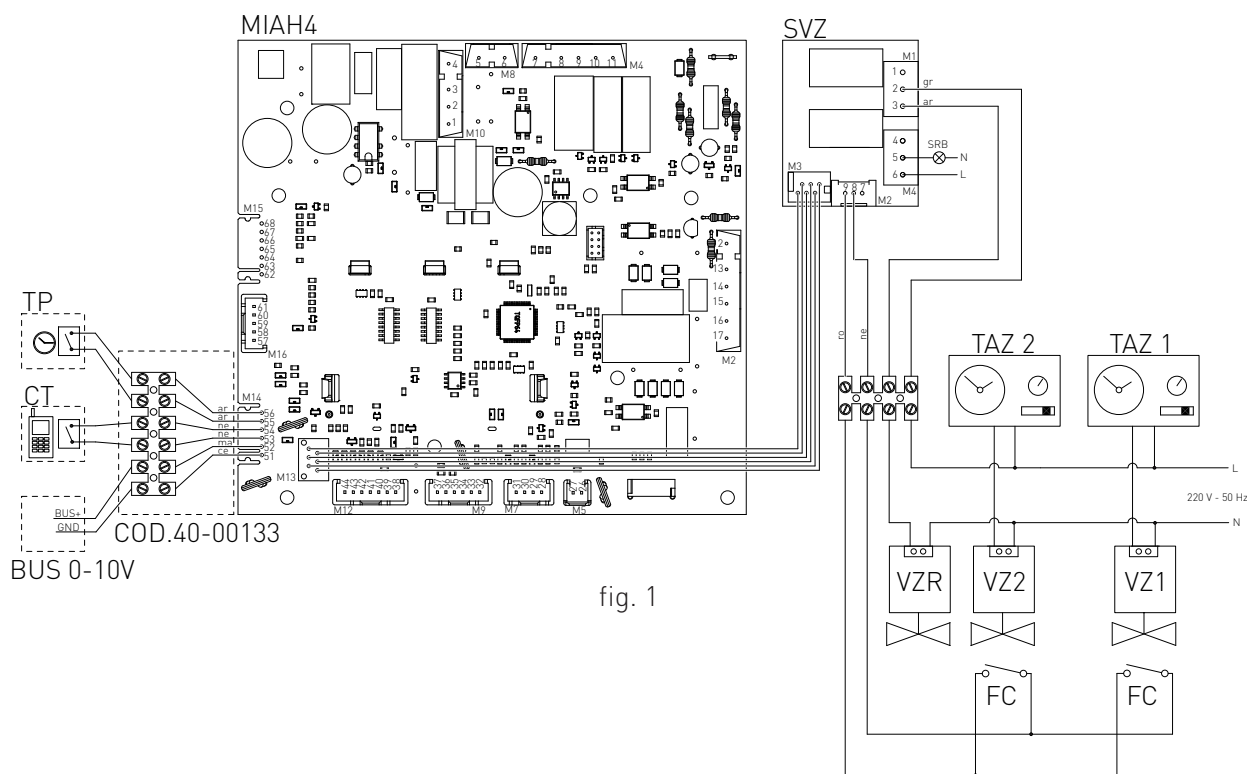

fig. 1
- > una volta rimosso il carter effettuare i seguenti collegamenti sulla scheda elettronica (vedi fig. 1).